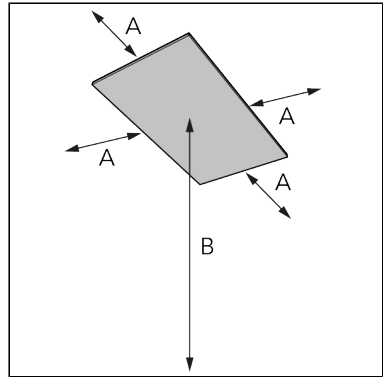

Abbildung 59.
2. Platzieren Sie das Gerät mit einem Mindestabstand (Abbildung 59) von: